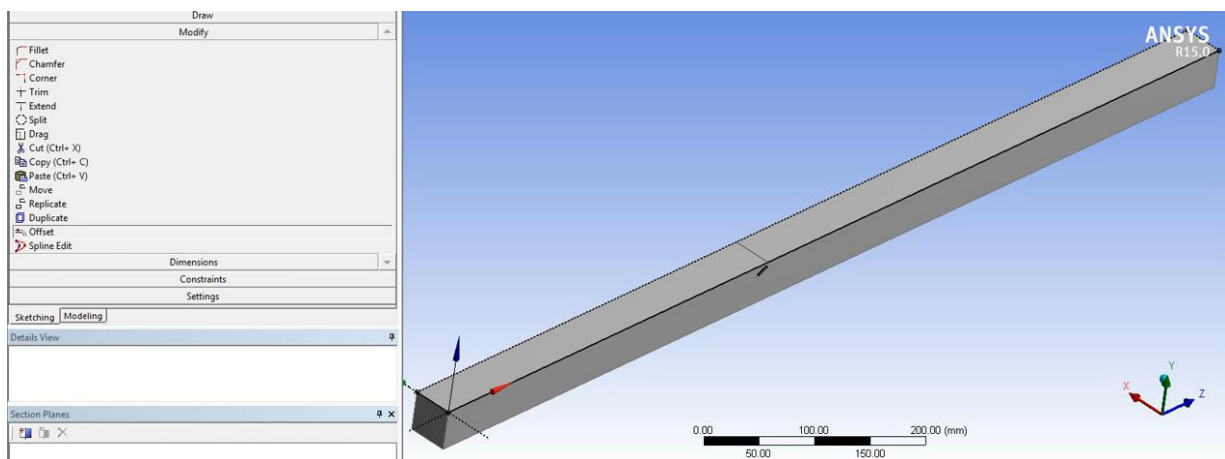

Рис. 5.
*Plane4 → Sketch2 → Sketchin → Modify → Offset → Edge Selected → обираємо грань/клік на поле біля балки → End Selected → Place offset → поперечною поло- сою розділяємо поверхню балки на дві частини (рис. 5) → Dimensions → General → ставимо розмір*